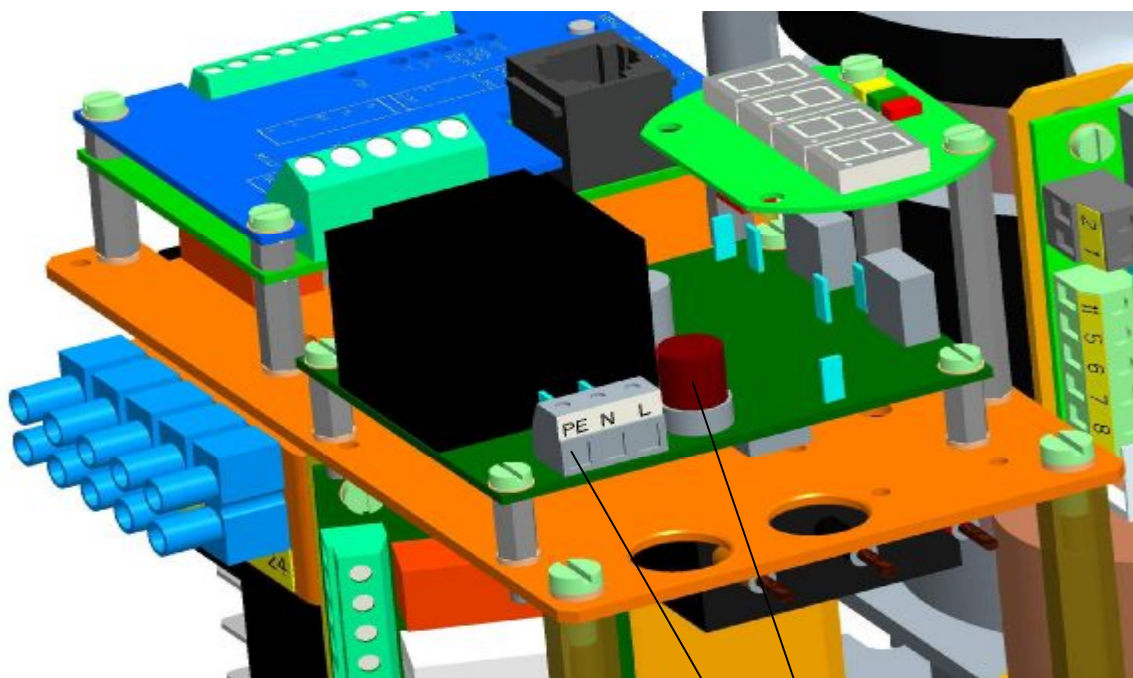

Рис. 2
- ради безопасного использования ЭП надо присоединить внешнюю и внутреннюю защитную клемму. Установка внешней и внутренней защитной клеммы (**Рис.2 и Рис. 2а**). Для запрессовки провода в внешнюю защитную клемму, надо использовать щипцы для изолированных ушка HP3 (fy CEMBRE).
Доска источника ЭП оснащена предохранителем (F3) питающего источника. Установка предохранителя на доске источника указана на **Рис. 2**.
Рис. 2а